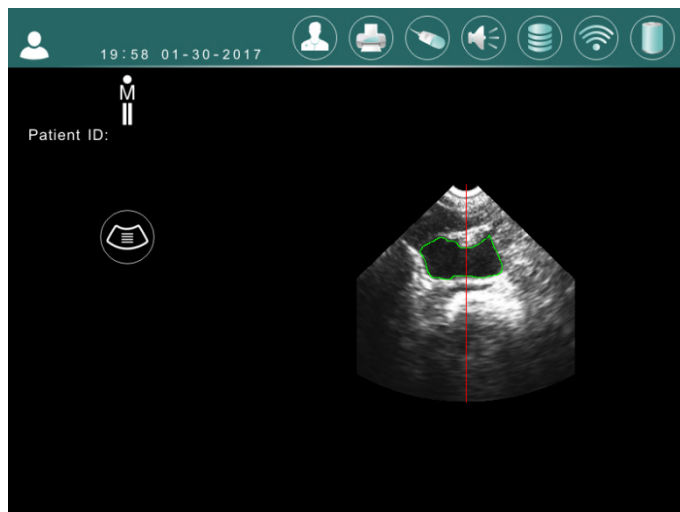
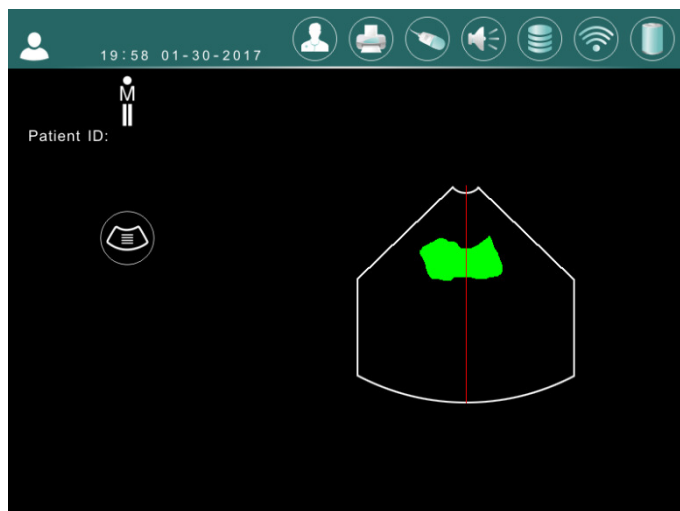

Bild 7-6 Förskannings läge -expert läge
Bild 7-7 Förskannings läge --enkelt läge
7.5.1 Förskannings interface I expertläge visas i bild 7-6, och förskannings interface i enkelt läge visas i Bild 7-7.
7.5.° Förskanning status i expertläge kommer ultraljudsbilder visas i realtid på display; I enkelt läge, kommer endast identifierad vätska att visas på en mörk yta, se Bild 7-7 gult område.